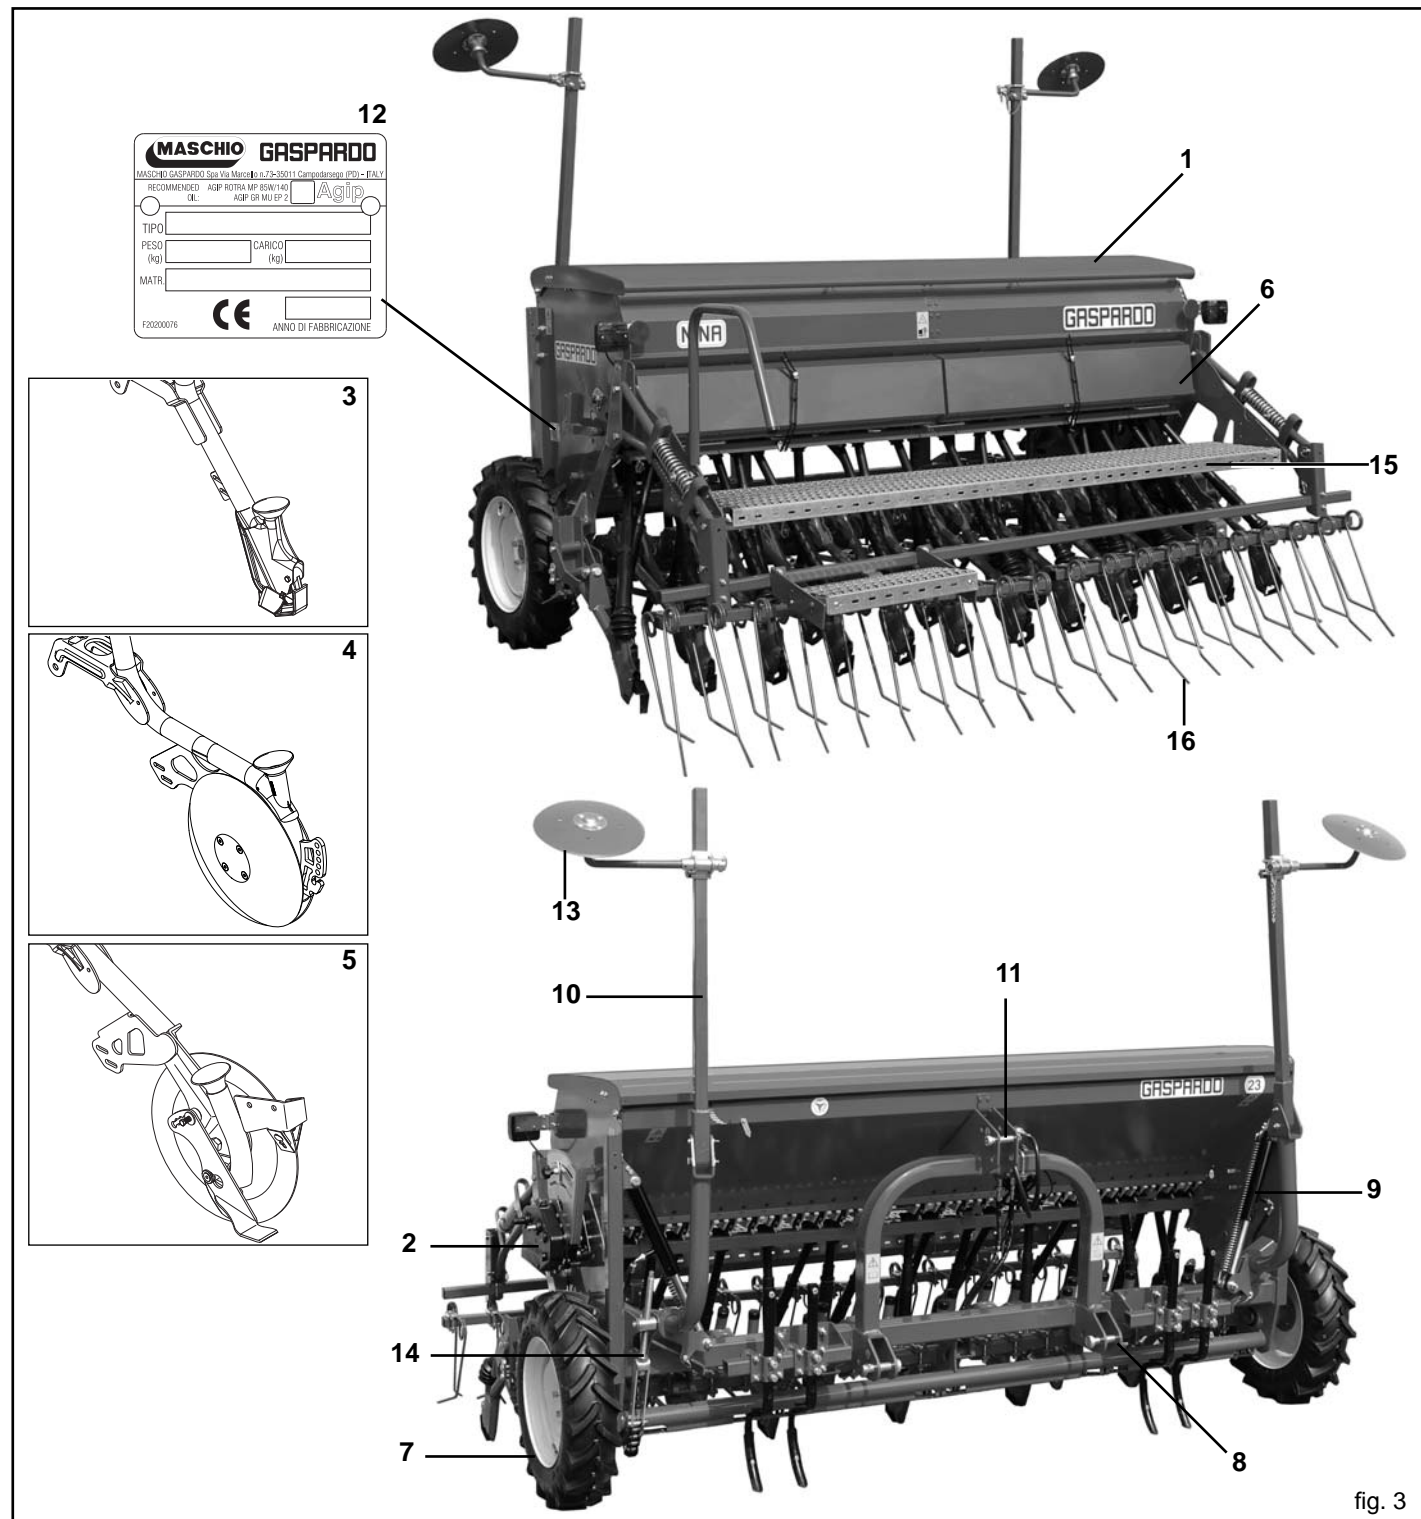

fig. 3
1.6 DISEGNO COMPLESSIVO (Fig. 3)